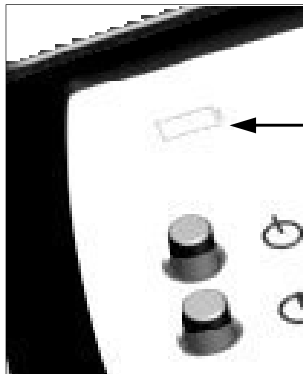

Fig. 2.0
- ☞ The “*Charge*” indication LED on the front panel will light up when the batteries are being charged (see fig.2.0)
- ☞ De **“Charge”** indicatie-LED vooraan het toestel gaat branden als de batterijen opladen (**Zie fig. 2.0**)
- ☞ L'indication LED **“Charge”** à l'avant de l'appareil s'allume lorsque le charge-ment des batteries est en cours. (**voir fig. 2.0**)
- ☞ Die **“Charge”**-LED-Anzeige vorne am Gerät leuchtet wenn die Batterien geladen werden (**siehe Abb. 2.0**)